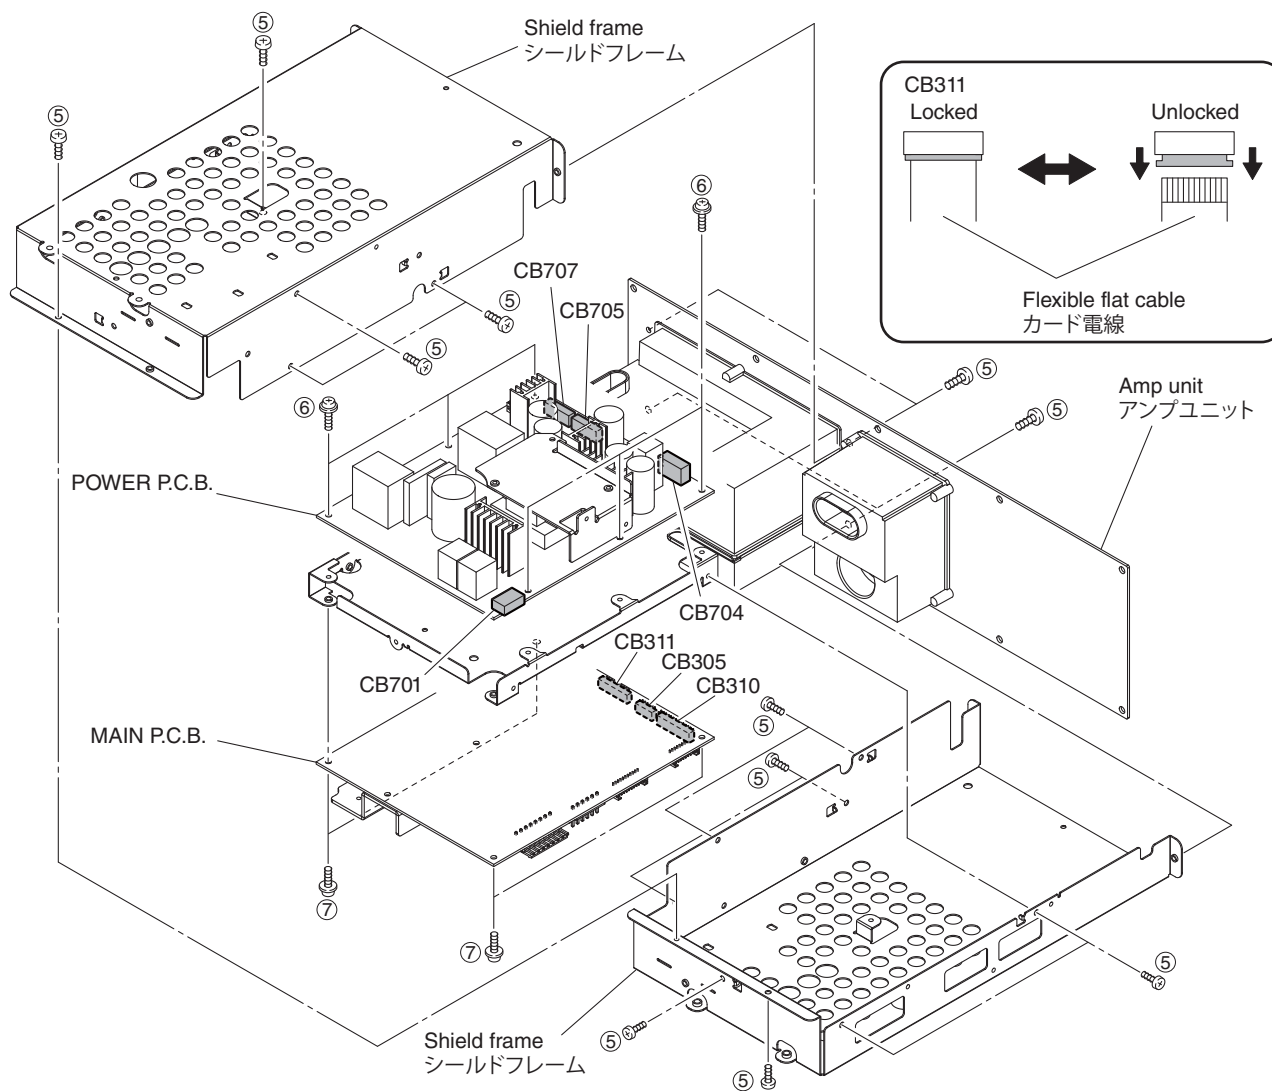

Fig. 2
- Remove CB303 and CB701. (Fig. 2)
- Remove 17 screws (⑤). (Fig. 2)
- Remove the shield frame (upper/lower). (Fig. 2)
- Remove 6 screws (⑥). (Fig. 2)
- Remove CB704-707. (Fig. 2)
- Remove the POWER (1) P.C.B. (Fig. 2)
- Remove 4 screws (⑦). (Fig. 2)
- Remove CB305 and CB310. (Fig. 2)
- Unlock and remove CB311. (Fig. 2)
- Remove the MAIN P.C.B. (Fig. 2)
- CB303、CB701 を外します。(Fig. 2)
- ⑤ のネジ 17 本を外します。(Fig. 2)
- シールドフレーム（上と下）を取り外します。(Fig. 2)
- ⑥ のネジ 6 本を外します。(Fig. 2)
- CB704-707 を外します。(Fig. 2)
- POWER (1) P.C.B. を取り外します。(Fig. 2)
- ⑦ のネジ 4 本を外します。(Fig. 2)
- CB305、CB310 を外します。(Fig. 2)
- ロックを外し、CB311 を外します。(Fig. 2)
- MAIN P.C.B. を取り外します。(Fig. 2)